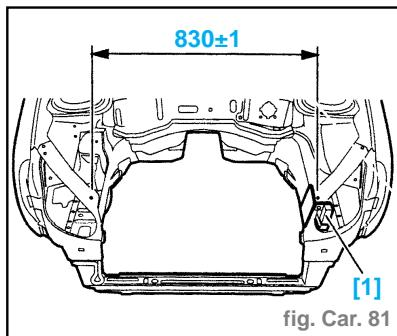

fig. Car. 81
- Positionner la demi-façade avant assemblée à l'aide de l'outil [1] ( gabarit **1117-B** pour la gauche et **1117-C** pour la droite) (fig. Car. 81).
- Contrôler la distance (fig. Car. 81).